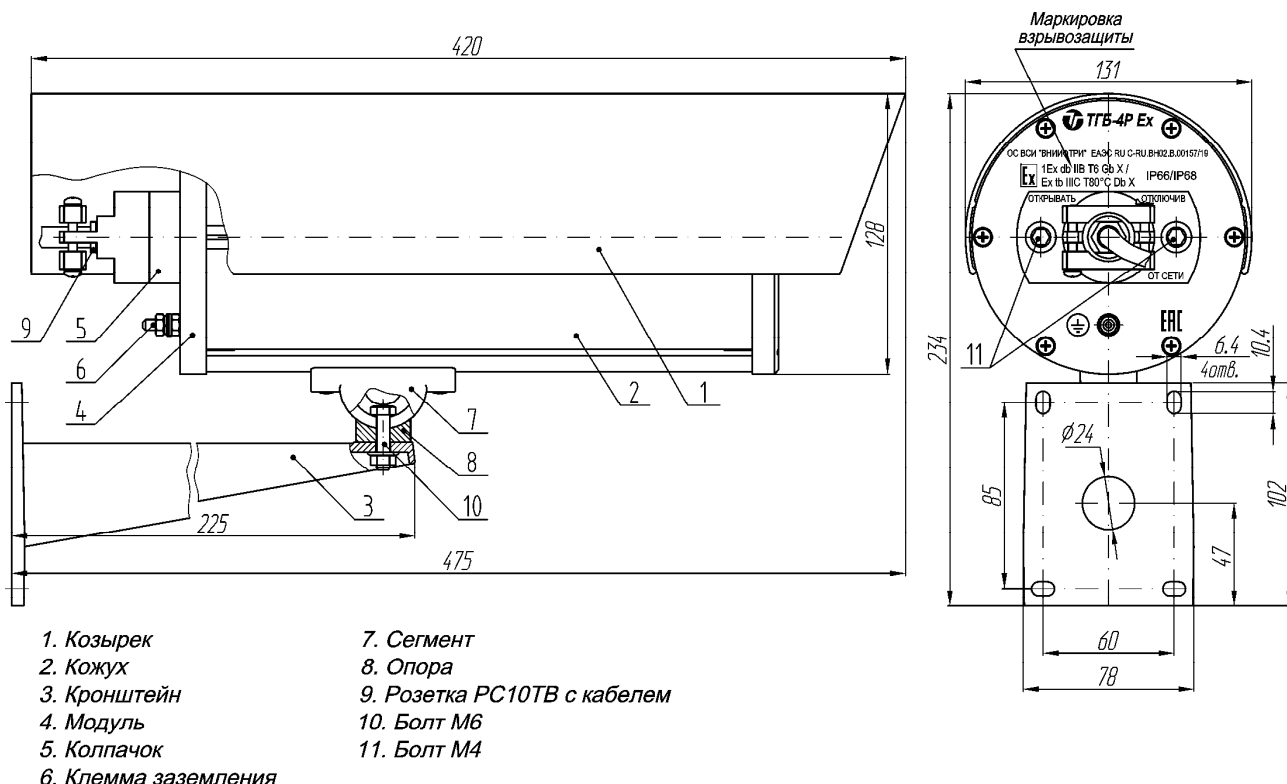
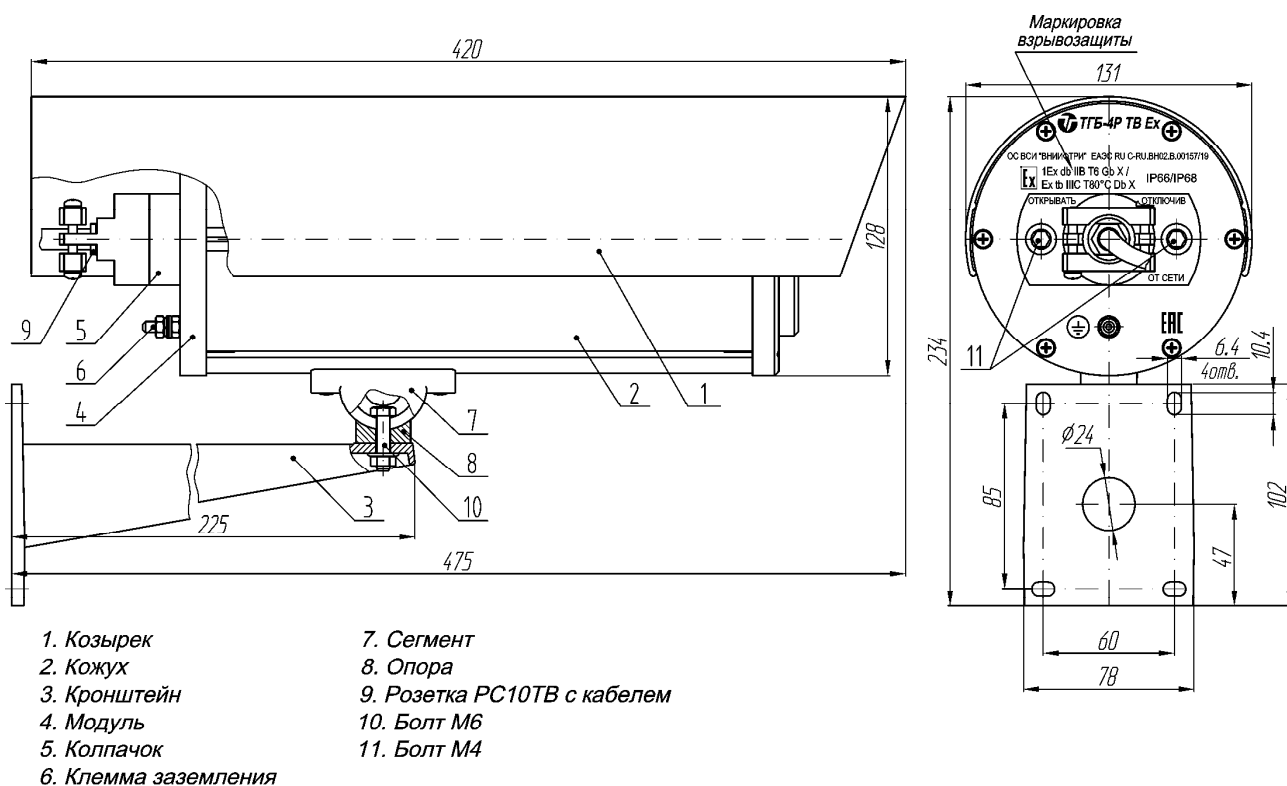

Рис.3 Общий вид термокожуха ТГБ-4Р Ex, ТГБ-4Р Ex IIC
Рис.4 Общий вид термокожуха ТГБ-4Р TB Ex, ТГБ-4Р TB Ex IIC
Длина кабеля определяется потребителем и указывается в заказе. Защита места присоединения разъема в термокожухах ТГБ-4 Ех, ТГБ-4Р Ех, ТГБ-4Р ТВ Ех, ТГБ-4 Ех ПС, ТГБ-4Р Ех ПС и ТГБ-4Р ТВ Ех ПС обеспечивается колпачком (поз.5 рис.1, 3, 4), устанавливаемым на заднюю крышку модуля (поз.4 рис.1, 3, 4) и закрывающим патрубок разъема (поз.10 рис.1 или поз.9 рис.3, 4). Колпачок должен быть заполнен герметиком из поставляемого комплекта через отверстия в верхней части, которые закрываются стопорными винтами.
3.1.3.1. Отвернуть два болта М4 (поз.12 рис.1 для ТГБ-4 Ех, ТГБ-4 Ех ПС или поз.11 рис.3 для ТГБ-4Р Ех, ТГБ-4Р Ех ПС, рис.4 для ТГБ-4Р ТВ Ех, ТГБ-4Р ТВ Ех ПС), крепящие колпачок (поз.5 рис.1, 3, 4). Продеть шнур с
3.1.3.4. Установить термокожух на кронштейне и закрепить его гайкой М6 (поз.11 рис.1 для ТГБ-4 Ех, ТГБ-4 Ех ПС или болтом М6 поз.10 рис.3 для ТГБ-4Р Ех, ТГБ-4Р Ех ПС, рис.4 для ТГБ-4Р ТВ Ех, ТГБ-4Р ТВ Ех ПС), не затягивая ее.
3.1.3.9. С помощью ключа затянуть гайку М6 (поз.11 рис.1 для ТГБ-4 Ех, ТГБ-4 Ех ПС) или болт М6 (поз.10 рис.3 для ТГБ-4Р Ех, ТГБ-4Р Ех ПС, рис.4 для ТГБ-4Р ТВ Ех, ТГБ-4Р ТВ Ех ПС) крепления термокожуха на кронштейне.